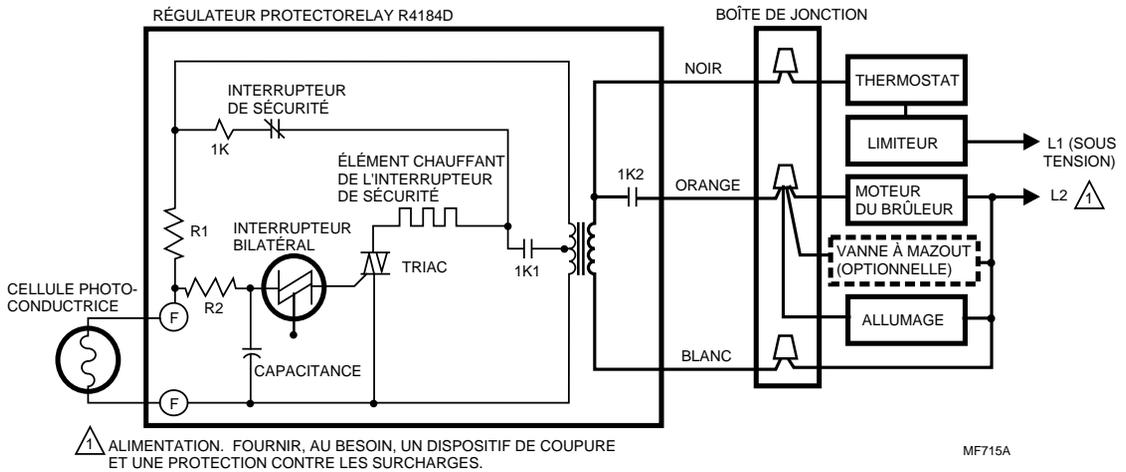

Fig. 3. Raccordement type pour le R4184D.
- ① S'assurer que les fils tension secteur sont dans un boîtier de câblage comme une boîte de jonction ou le compartiment de câblage de l'appareil.
- ② Raccorder les fils tension secteur comme l'indiquent les Figures 3 à 9.
- ③ Dénuder les conducteurs munis de connecteurs sans soudure.
- R4184D—raccorder les conducteurs de la cellule photoélectrique aux bornes F-F. Voir Fig. 3.